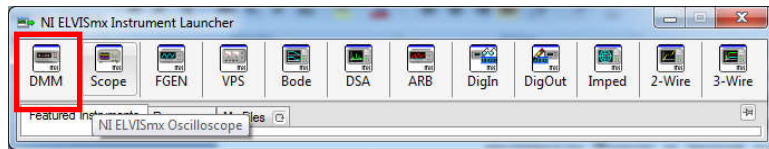

Рисунок 3.1 – Панель приборов макетной платы NIELVISII
3.2 В появившемся окне выбрать пункт «DMM», который отвечает за запуск пользовательского интерфейса мультиметра (рисунок 3.1);